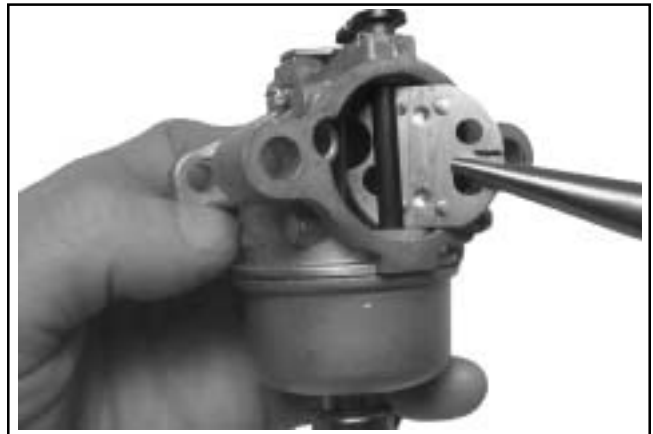

Figura 5-8. Desmontaje de la placa del estrangulador.
2. La placa del estrangulador se inserta en una ranura del eje del estrangulador. Agarre la placa del estrangulador con unas pinzas y extráigala de la ranura. Ver figura 5-8.